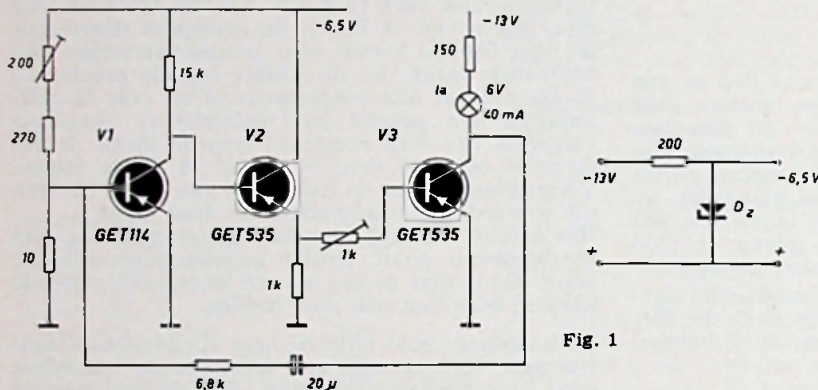

Fig. 1
Het schema van dit apparaatje, dat ook wel ijsdetector wordt genoemd, ontleen wij aan Radio Mentor nr. 2 van 1967. De schakeling is getekend in fig. 1. De werking is zodanig dat een lampje op-
- Onder fig. 1 staat Dit moet zijn